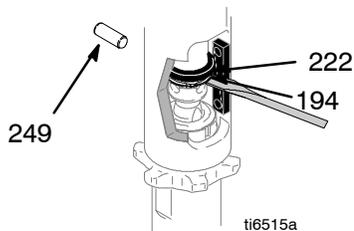
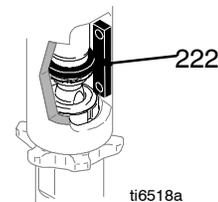

Fig. 12
Fig. 15
4. Fig. 12. Pousser la bague aimantée (222) vers le haut. Pousser le ressort (194) vers le haut. Sortir la broche (249).
2. Fig. 15. Tirer lentement sur le cordon de démarrage pour positionner l'orifice de la broche de la tige de pompe en face de l'orifice de la tige hydraulique. Fig. 12. Introduire la broche (249) dans l'orifice. Pousser la bague aimantée (222) vers le bas. Pousser le ressort (194) dans la rainure.